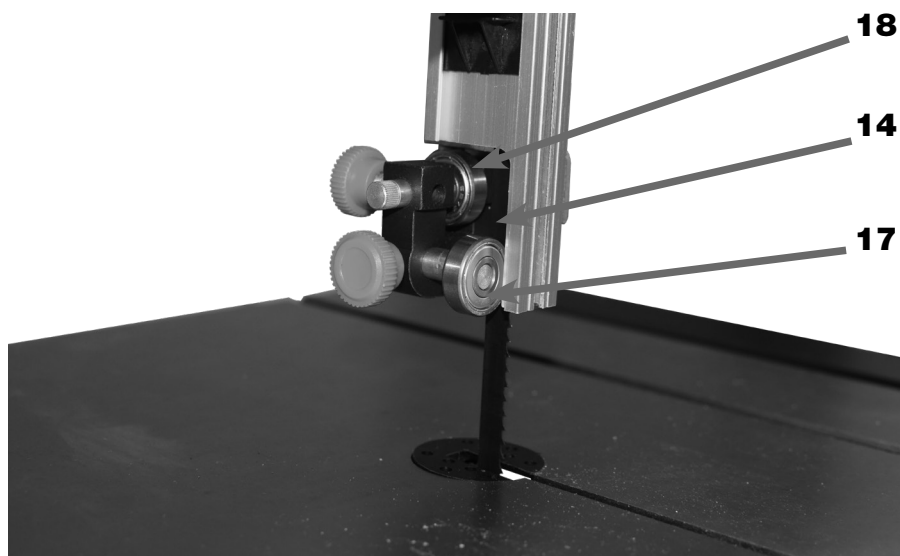

FIGURA 05B – Rolamentos Laterais e de Encosto da Guia
Este modelo apresenta 2 Guias, sendo uma Fixa (13) localizada abaixo da Mesa de Corte (15). A segunda é a Guia Superior (14) regulável e posicionada acima da Mesa de Corte (15) pelo Suporte Guia (16). A finalidade dessas Guias (13) (14) é manter alinhada o segmento da Lâmina de Serra de Fita (02) que corta (figura 05A). Para tal alinhamento são utilizados os Rolamentos Laterais (17) e o de Encosto (18) em cada conjunto de guia (figura 05B).